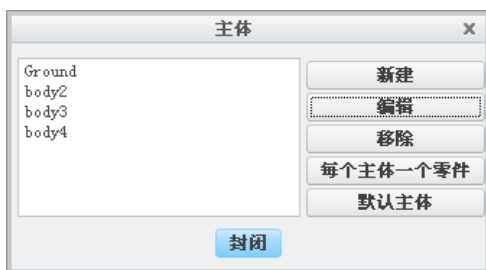
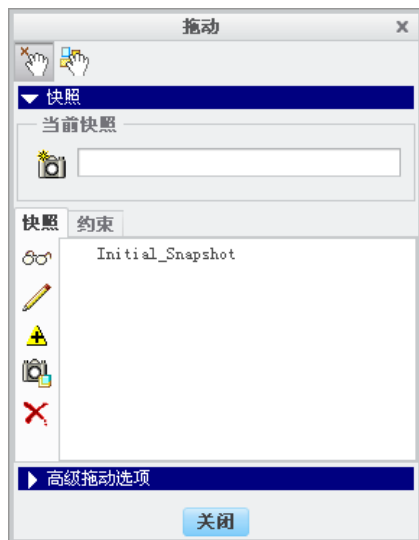

图 10.2.7 “主体”对话框（三）
图 10.2.8 “拖动”对话框
(4) 定义作为 `Ground`（基体）的零件：在模型树中选取 **DISPLAY MOLD REF PRT**，然后单击“选择”对话框中的 **确定** 按钮，再单击图 10.2.6 所示的“主体定义”对话框中的 **确定** 按钮。完成后，“主体”对话框如图 10.2.7 所示。
(5) 单击“主体”对话框中的 **封闭** 按钮。
Step3. 创建快照。单击 **动画** 功能选项卡 **机构设计** 区域中的“拖动元件”按钮 **拖动元件**，系统弹出图 10.2.8 所示的“拖动”对话框，该对话框中有两个选项卡——**快照** 和 **约束**，在 **快照**